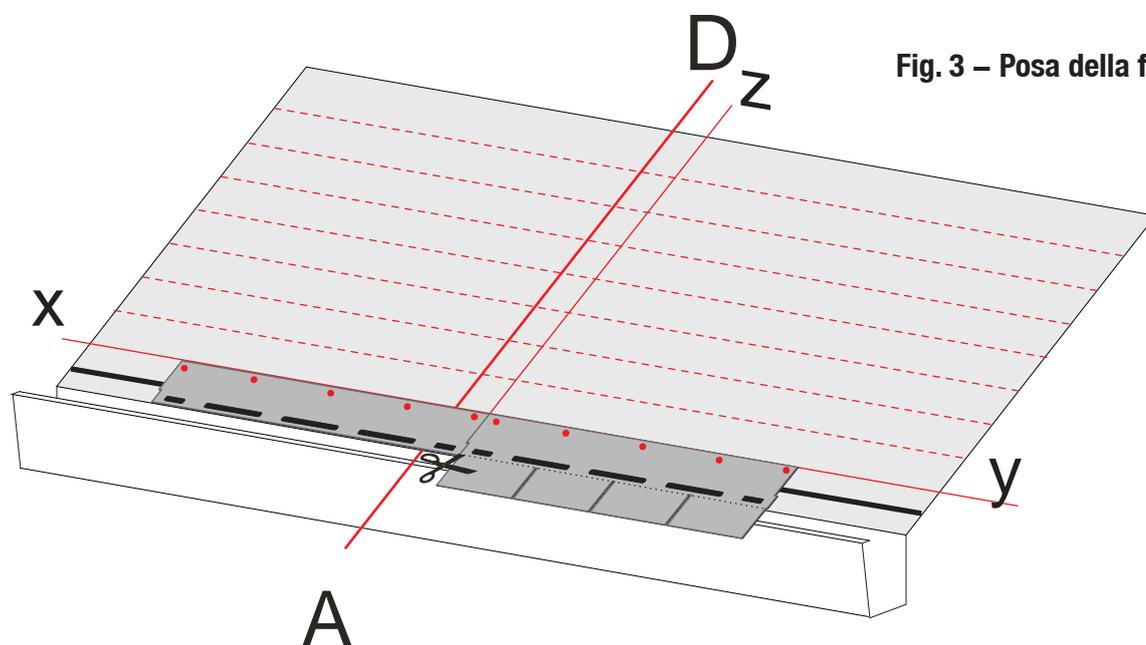

Fig. 3 – Posa della fila di partenza
- Applicare sulla linea di gronda un cordolo di adesivo bituminoso "bitustick" e le tegole dopo averne tagliato le faldine (**Fig. 2**). Per una corretta posa della fila di partenza allineare la tegola alla linea di riferimento indicata dalla lettera **z** (**vedi Fig. 3**).